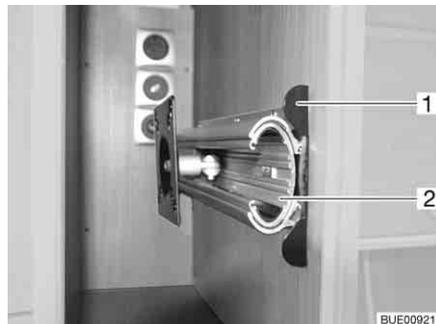

Bild 53 Halterung im TV-Schrank
- Entriegelungsleiste (Bild 53,1) hineindrücken.
- Auszug (Bild 53,2) bis zum Anschlag herausziehen.
- Auszug (Bild 53,2) einschieben, bis die Entriegelungsleiste (Bild 53,1) einrastet.